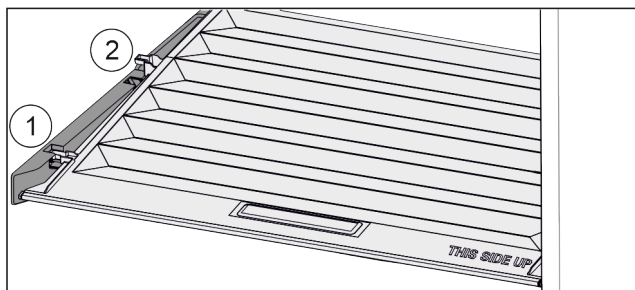

Fig. 38
- ▶ Deckel bis zur Öffnung in den Halteteilen nach vorne ziehen Fig. 38 (1).
- ▶ Hinten von unten anheben und nach oben wegnehmen Fig. 38 (2).